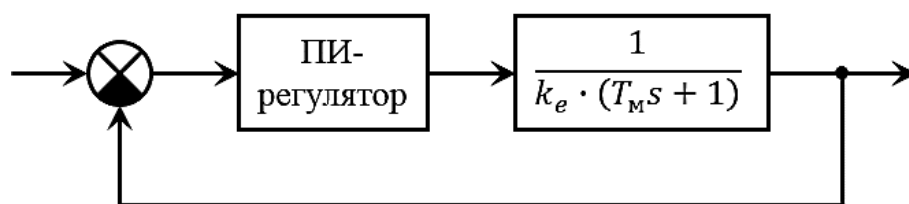
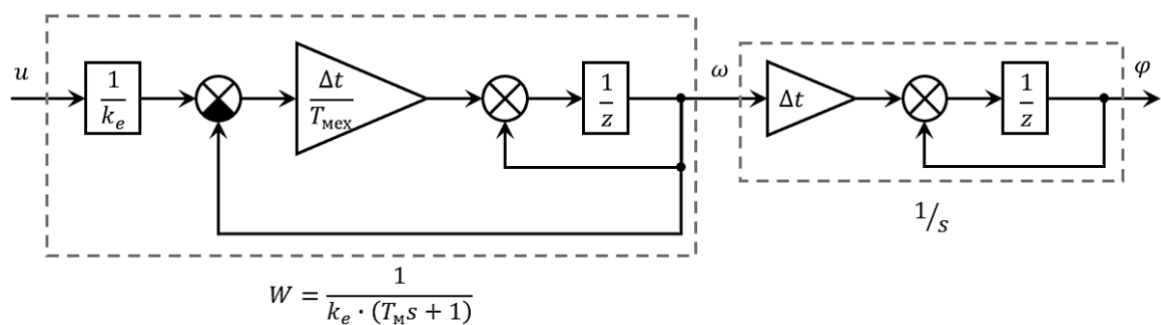
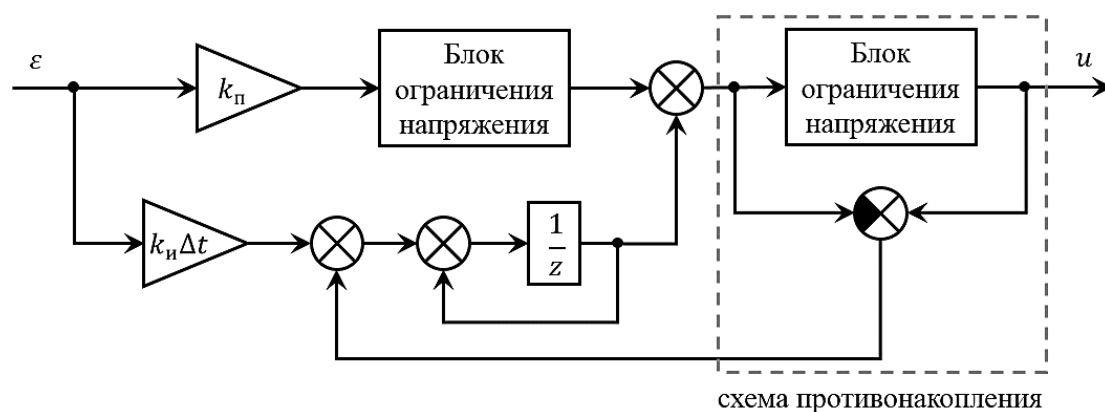

Рис. 1. Структура системы управления
Рис. 2. Структура объекта управления
Рис. 3. Структура ПИ-регулятора
**Задание:** создать виртуальную систему управления (рис. 1), включающую: модель объекта управления (рис. 2), ПИ-регулятор (рис. 3), сумматор и обратную связь. Передаточная функция объекта:
Расчет значения на выходе блока происходит в соответствии со схемой ДПТ (см. рис. 2) с помощью программного кода (см. приложение Б).
Расчет значения на выходе блока происходит в соответствии со схемой ПИ-регулятора (см. рис. 3) с помощью программного кода (см. приложение В).